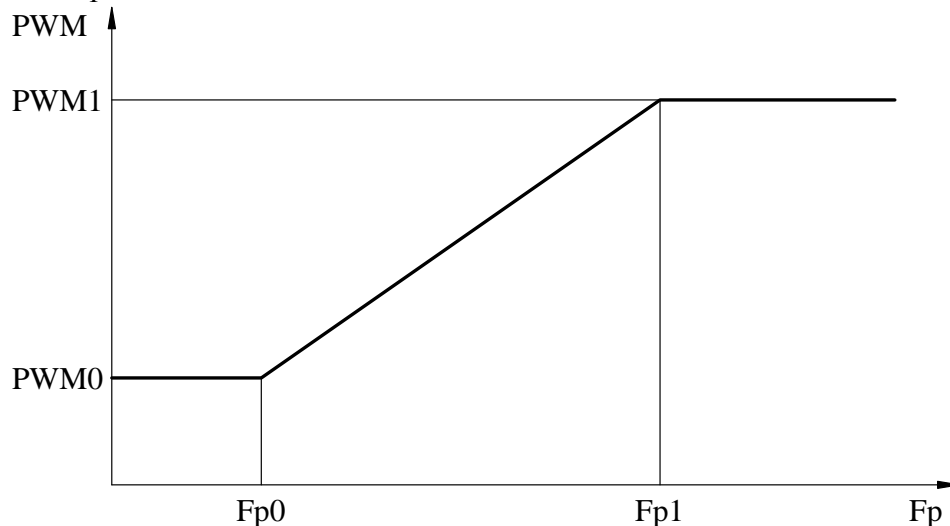

Рис. 3. Зависимость выходного относительного напряжения от выходной частоты и табличных параметров.
3.6.9. Тип 5 – параметры кривой выходного относительного напряжения $PWM=f(Fp)$ (рис.3), а также параметры тестовых процедур.